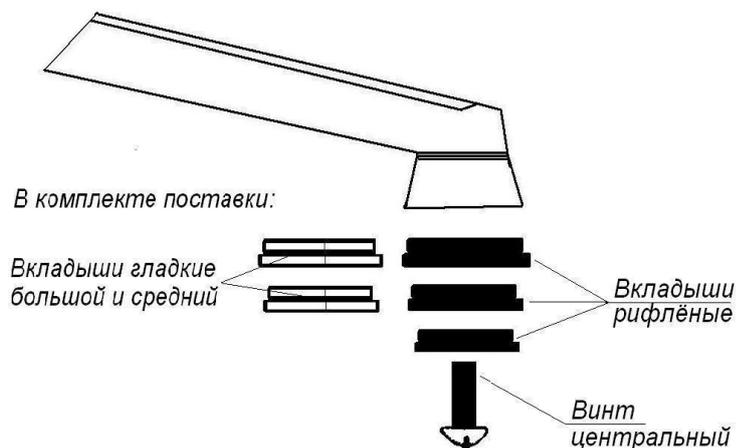

Рисунок 5
8.1 Проточный водонагреватель комплектуется изливом или душевой насадкой со сменными вкладышами – рассекателями струи, которые по желанию потребителя можно менять, отвернув центральный винт (рис. 5). Максимально можно установить 3 рифленых вкладыша, что будет соответствовать большой струе воды. Для рассеивания малой струи воды необходимо установить малый рифленый вкладыш и два гладких вкладыша.